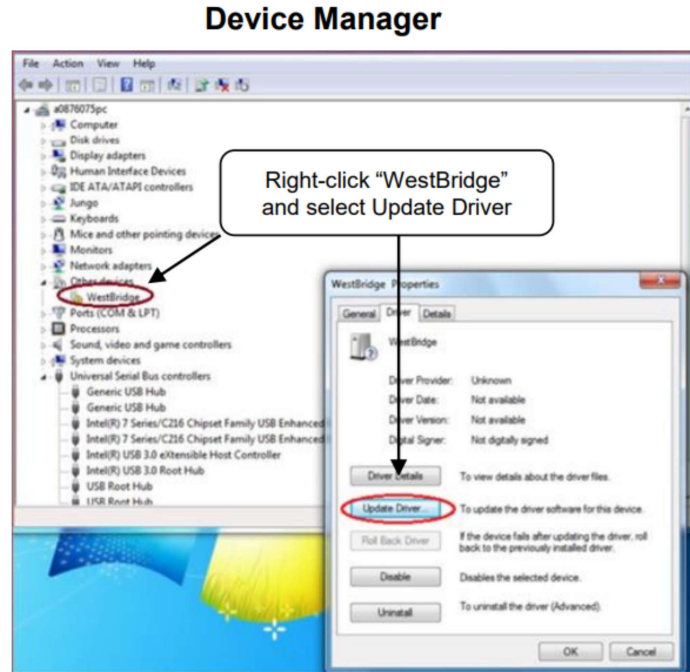
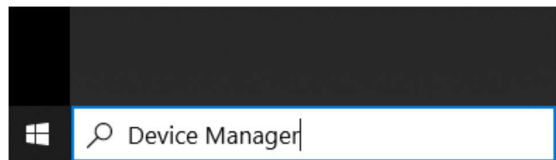

图 3-3. 打开设备管理器
图 3-4. 使用设备管理器更新驱动程序
3. 打开 Windows® 设备管理器 (如图 3-3 所示)，然后在“设备管理器”窗口中右键单击 **WestBridge** 文件夹，然后选择 **更新驱动程序** 按钮 (请参阅图 3-4)。